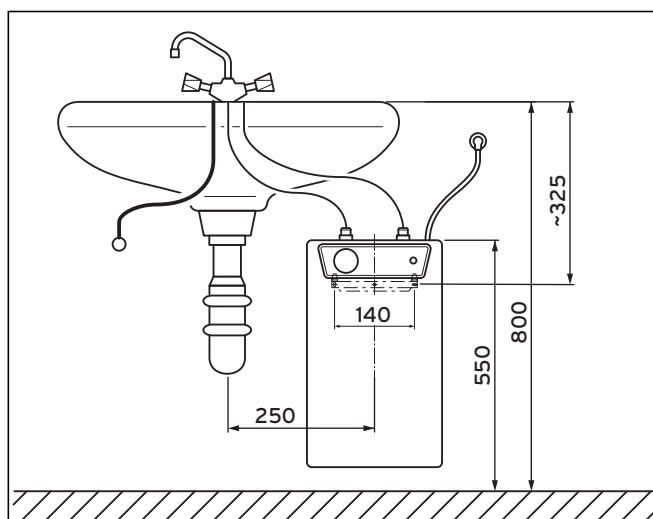
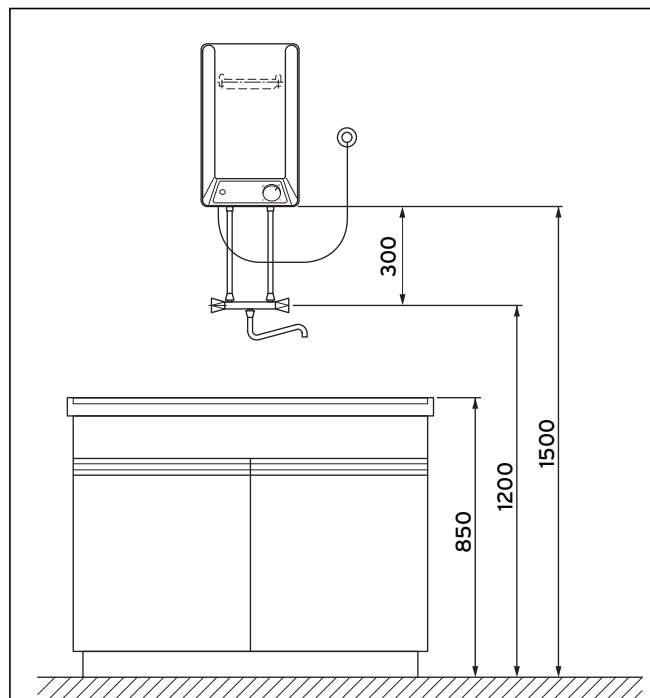

Abb. 4.3 Installationsbeispiel VEN 10/5 U
Abb. 4.5 Installationsbeispiel VEN 10/5 O
- Der Elektro-Warmwasserspeicher darf nur in einer senkrechten Anordnung an einer lotrechten Wand montiert werden (→ **Abb. 4.3, Abb. 4.5**).